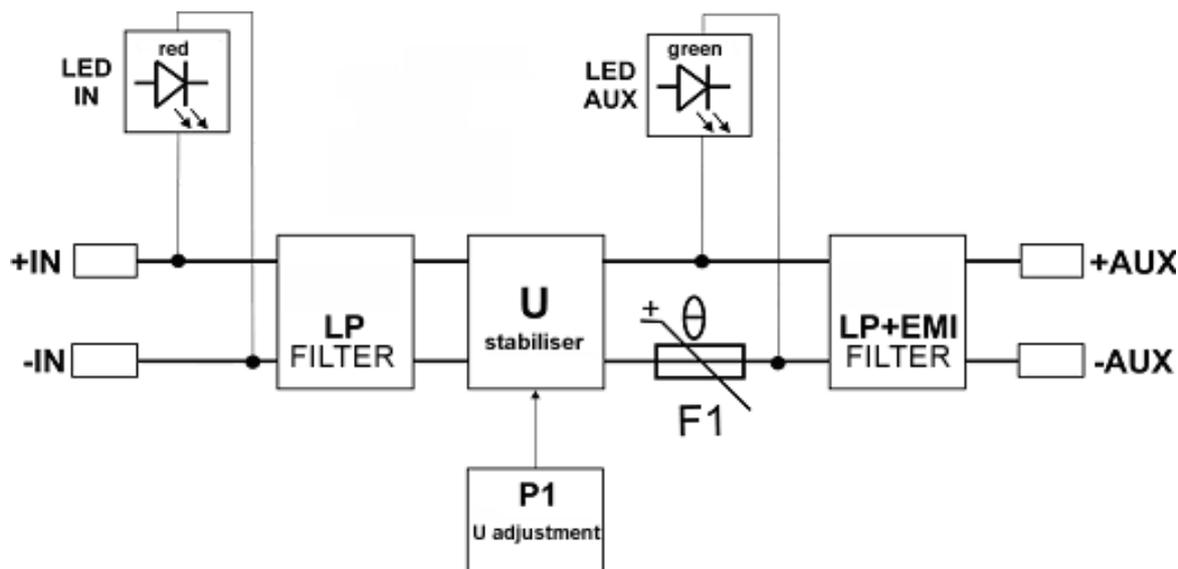

Fig.1. Diagrama de flujo del reductor de voltaje.
1.2. Diagrama de flujo (fig.1).